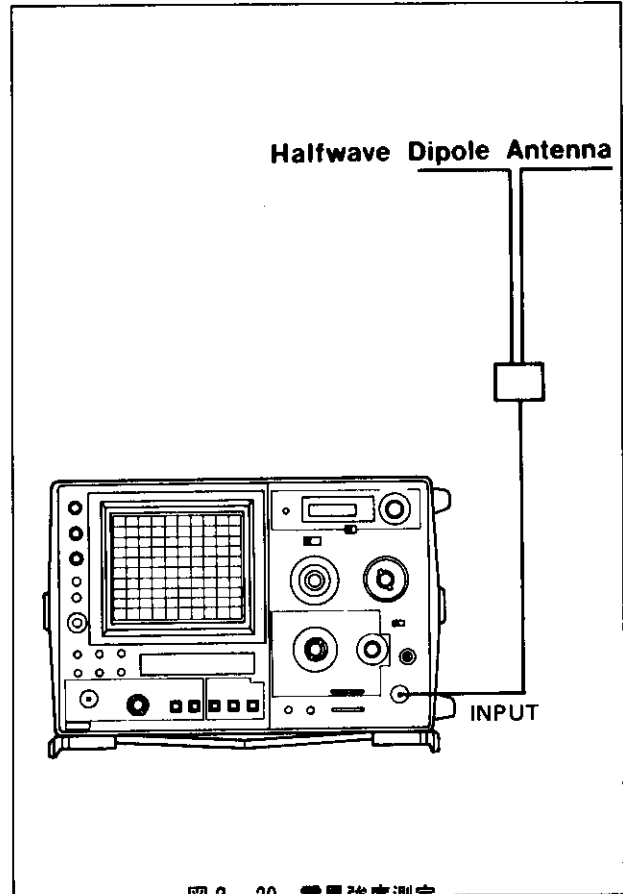

図2-20 電界強度測定
4. ダイポール・アンテナと TR4122B を〔図2-20〕のように接続します。